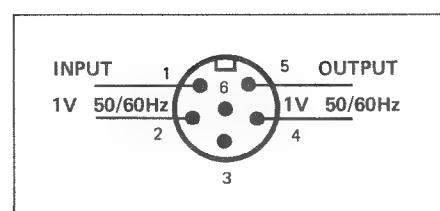

Fig. 6.9.6
6. Maschine einschalten. Am Pilottonverstärker-Eingang 1V/50 Hz einspeisen (Fig. 6.9.6). NF-Voltmeter am Audiokanal-Ausgang anschliessen.
6. Switch on machine. Apply 1V/50 Hz to input of pilot tone amplifier (fig. 6.9.6). Connect AF voltmeter to audio channel output.
6. Mettez l'appareil sous tension. Appliquez 1V/50 Hz à l'entrée de l'amplificateur de signal pilote (fig. 6.9.6). Connectez un voltmètre BF à la sortie du canal audio.
1. Am Pilottonverstärker-Eingang 1V/50 Hz einspeisen. NF-Voltmeter am Audiokanal-Ausgang anschliessen (Fig. 6.9.6).
1. Apply 1V/50 Hz to pilot tone amplifier input. Connect AF voltmeter to audio channel output fig. 6.9.6
1. Appliquez 1V/50 Hz à l'entrée de l'amplificateur du signal pilote. Connectez le voltmètre BF à la sortie du canal audio (fig. 6.9.6).
2. Maschine einschalten. Am Pilottonverstärker-Eingang 1 V/50 Hz einspeisen. NF-Voltmeter am Pilottonverstärker-Ausgang anschliessen (Fig. 6.9.6).
2. Switch on machine. Apply 1V/50 Hz to input of pilot tone amplifier. Connect AF voltmeter to output of pilot tone amplifier (fig. 6.9.6)
2. Mettez l'appareil sous tension. Appliquez 1V/50 Hz à l'entrée de l'amplificateur de signal pilote. Raccordez le voltmètre BF à la sortie de l'amplificateur de signal pilote (fig. 6.9.6).
2. Maschine einschalten. Am Pilottonverstärker-Eingang 1V/50 Hz einspeisen (Fig. 6.9.6)